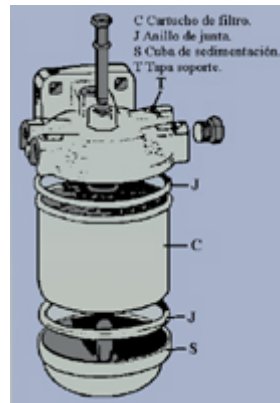

Fig. 15
- Filtro sin cuerpo (**fig. 15**)